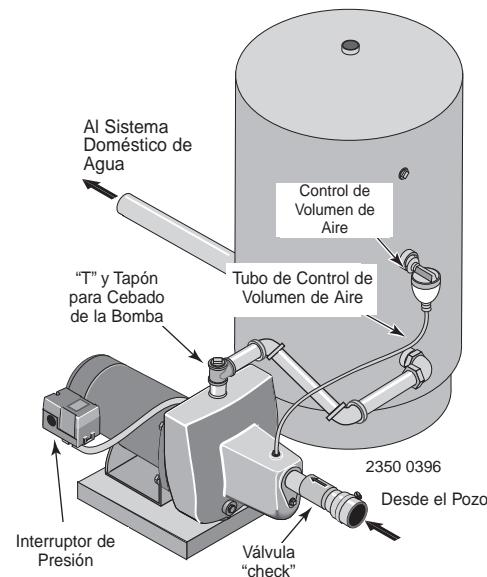

Figura 5: Conexiones para Tanque Estándar
CONEXIÓN PARA TANQUE ESTÁNDAR (Figura 5)
- Instale una "T" en el puerto de descarga de la bomba (Figura 5).
- Retire el tapón de la tubería de 1/8" de NPT del orificio del Control de Volumen de Aire (CVA) de la bomba (Vea la Figura 5). Instale una tubería desde el puerto de CVA (Vea la Figura 5) de la bomba hacia el puerto en el CVA montado en el tanque. Vea las instrucciones incluidas con el tanque y en el CVA, para tener más detalles.